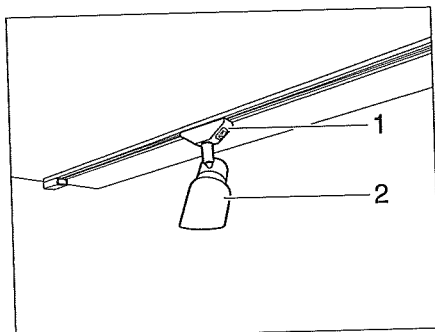

Bild 60 Spotlight (exempel)
- Ta tag i hållaren (Bild 60,1) och vrid 45°.
- Ta av spotlightsen (Bild 60,2) från skenorna.
- Sätt in spotlightsen (Bild 60,2) på önskat ställe i skenorna och vrid 45°.